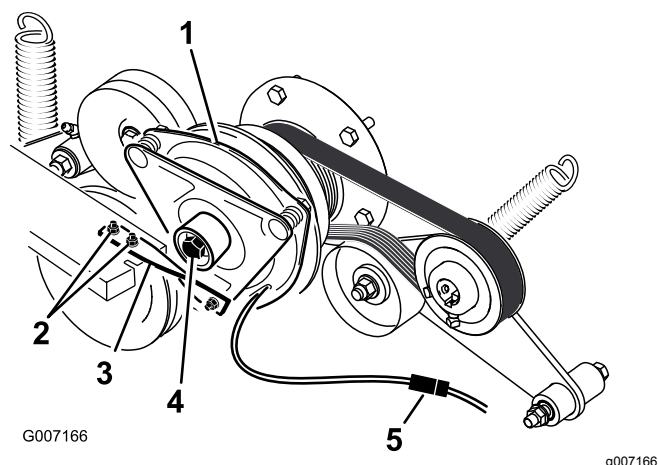

Figure 69
6. Débranchez la connexion électrique de l'embrayage (Figure 69).
7. Enlevez les 2 boulons qui fixent la barrette d'embrayage en caoutchouc au cadre du tablier de coupe (Figure 69).
8. Déposez le boulon central de fixation de l'embrayage à l'arbre du moteur, et déposez l'embrayage et la clavette (Figure 69).
15. Tout en maintenant le vilebrequin à l'arrière de la machine, posez le boulon central et serrez-le à 68 N·m (50 pi-lb) (Figure 69).
18. Branchez la connexion électrique de l'embrayage (Figure 69).